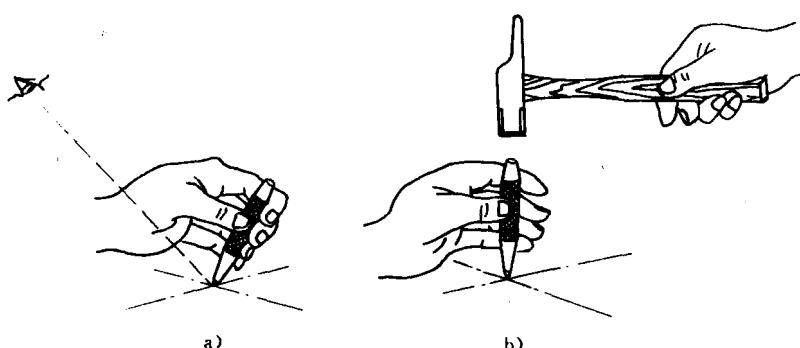

图2-11 样冲的使用方法
1) 先将样冲外倾使尖端便于对准线的正中，然后再将样冲立直冲眼(图2-11)。